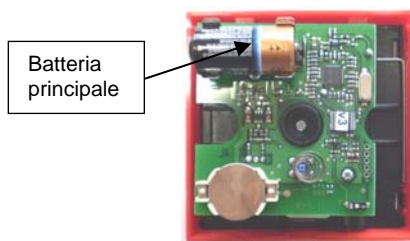

Figura 7
6. Inserire la batteria principale nell'apposito alloggiamento (figura 7); l'indicatore visivo LED si accende come indicato in tabella 1 – "Accensione"